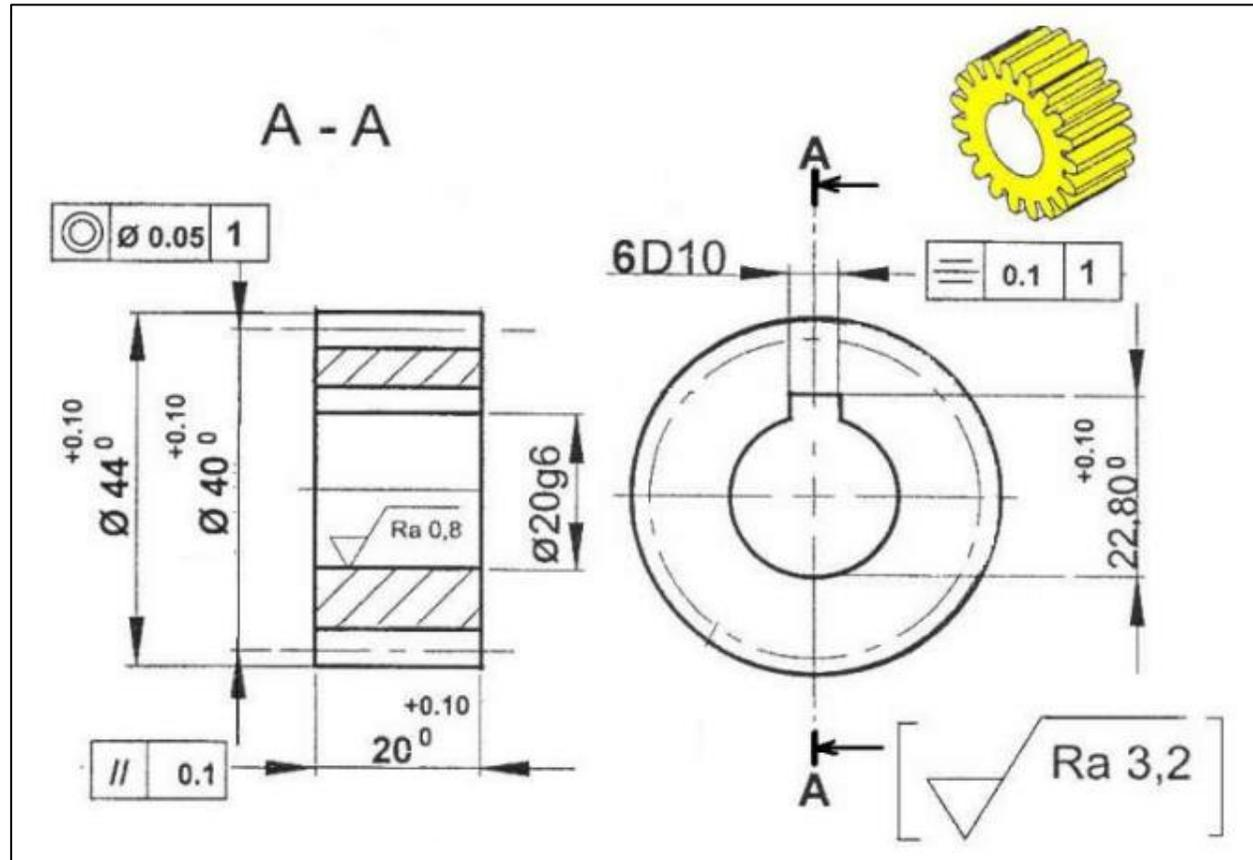

Fig2: Dessin de définition d'une Roue Dentée
4. **Dessin de définition** : Il représente une pièce extraite du dessin d'ensemble. Il doit définir la pièce intégralement de la manière la plus complète possible. Ce plan servira pour la fabrication de la pièce Fig2.